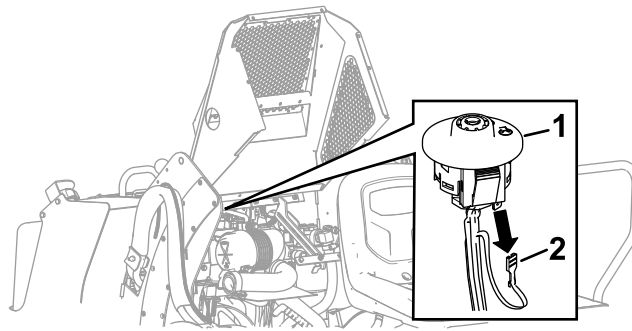

Bild 7
- B. Entfernen Sie unter dem Bedienfeld den Flachstecker des Kabelbaums der Zugmaschine vom Zündschalter (Bild 7).